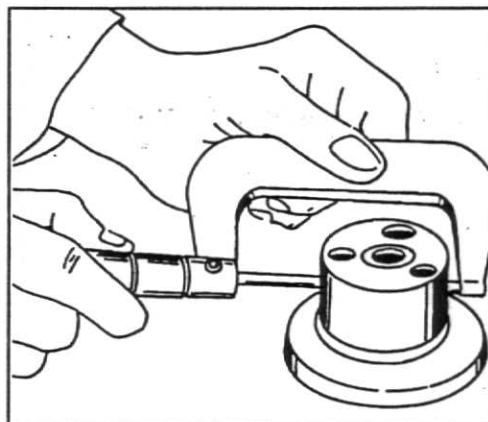

Fig. 5
3. Verifique o diâmetro do eixo da engrenagem intermediária com um micrômetro: 50,70 - 50,72 mm ou 1,996 - 1,997 pol, fig. 5.